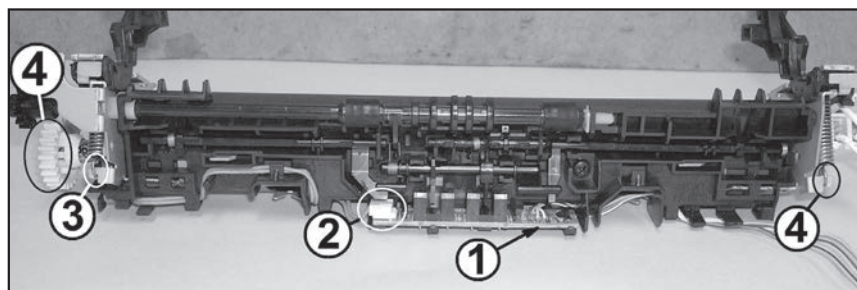

Рис. 34
3. Располагают узел платой датчиков выхода и ширины бумаги 1 (рис. 34) к себе, шестерня 4 привода резинового вала расположена с левой стороны. Отключают разъем 2 (рис. 34) жгута датчика температуры узла термозакрепления от платы датчиков бумаги и извлекают жгут разъема из пазов прокладки. Перемещают рычаги прижима верхней части узла к резиновому валу от себя, устанавливают их в рабочее положение